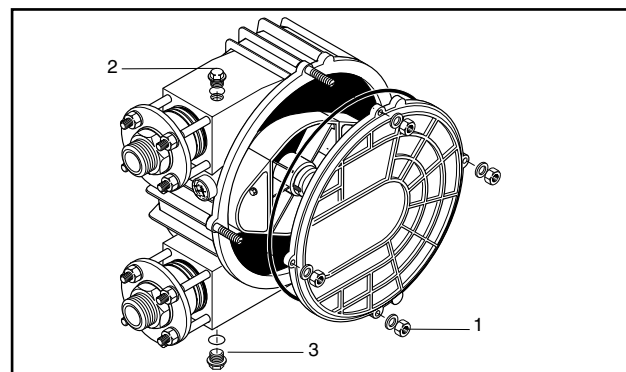

Fig. 27 Tête de pompe
- Desserrer la vis de fermeture (pos. 2, fig. 27), dévisser le bouchon de la soupape de vidange d'huile (pos. 3, fig. 27) et laisser s'écouler le lubrifiant dans un récipient.
- Retirer le couvercle de la pompe et le joint torique après avoir dévissé les 4 écrous du couvercle 1 (pos. 1, fig. 27) et laisser s'écouler le reste de lubrifiant du carter de la pompe dans le collecteur.